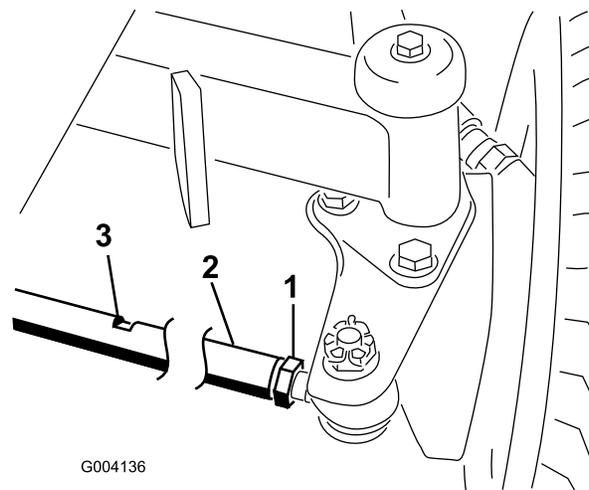

Figura 70
2. Desaperte a porca de bloqueio em cada extremidade da barra de direção (Figura 70).